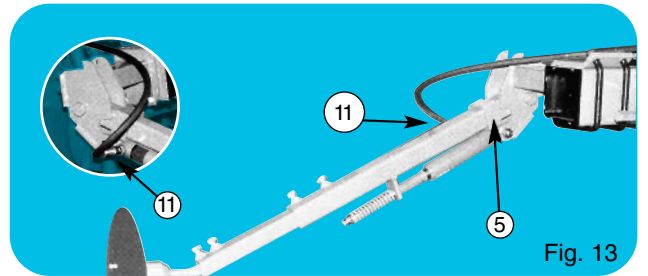

Fig. 13
- Modèle hydraulique livré en option pour châssis 6 rangs de 3 m (fig. 13).
- Hydraulic model supplied optionally for 3 m 6 rows frame (fig. 13).
- Modell für Hydraulische Betätigung als Sonderausrüstung für 6-reihigen 3 m Rahmen (Abb. 13).
- Modello idraulico spedito in opzione per telai 6 file di 3 m (fig. 13).